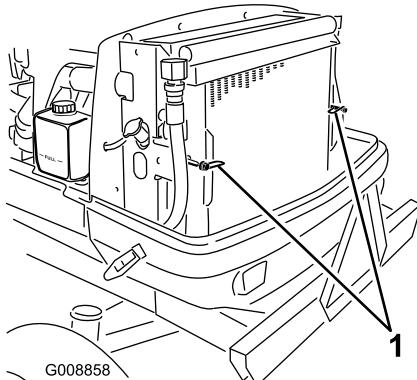

Figura 77
2. Gire los enganches (Figura 77) que sujetan el enfriador de aceite al bastidor.